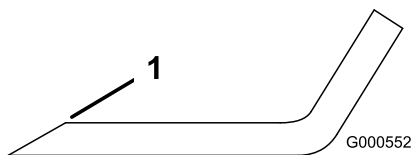

Figura 81
1. Folosii o pilă pentru a ascui marginea de tăiere la ambele capete ale lamei (Figura 81).
Notă: Dacă lama nu este echilibrată, pili numai din capătul suprafeței velice (Figura 81).